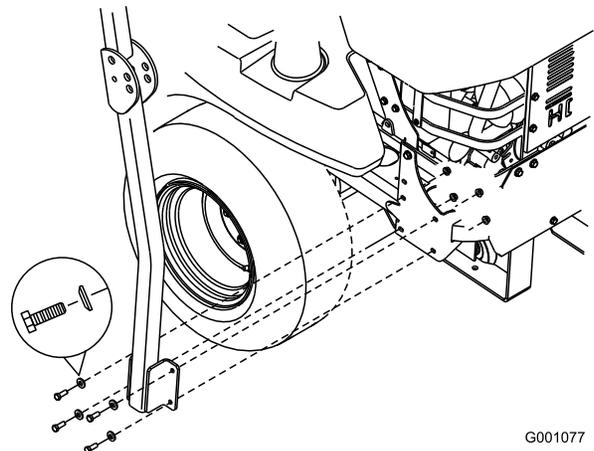

Figura 1
1. Retire el ROPS existente del bastidor de la máquina y deséchelo (Figura 1).
2. Instale provisionalmente las secciones derecha e izquierda de la barra anti-vuelco al bastidor, con 8 pernos (3/8 x 1 pulgada), 8 arandelas curvas, y 8 tuercas con arandela prensada (3/8 pulgada) (Figura 1).